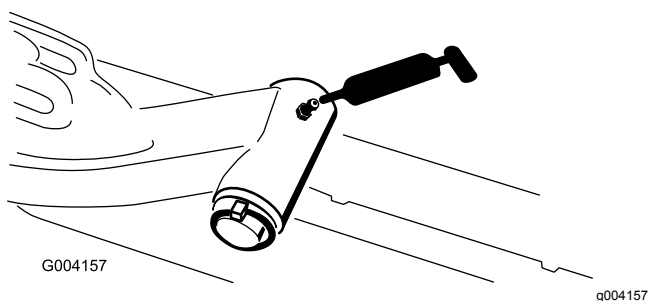

Figure 65
- Axe de pivot des bras de levage (1 chacun) (Figure 65)